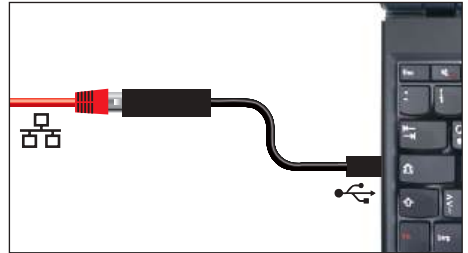

Fig. 7 Convertidor Ethernet-USB
- ▶ Convertidor Ethernet-USB (Fig. 7). Esta pieza permite conectar la conexión de red del equipo (véase la página Fig. 4) con la conexión USB de un PC/ordenador portátil.